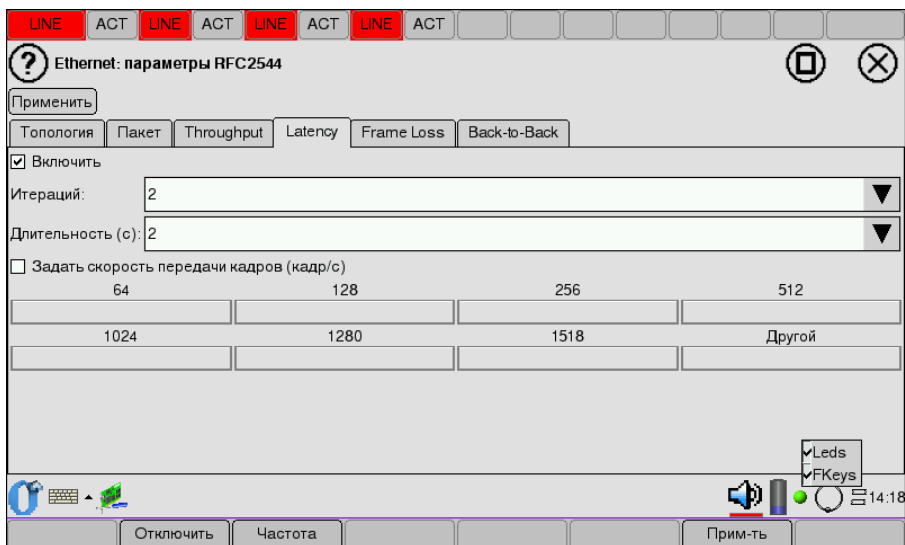

Рис. 14.6. Отображение функциональных клавиш и светодиодов
- назначениям функциональных клавиш и светодиодов (см. рис. 14.6);